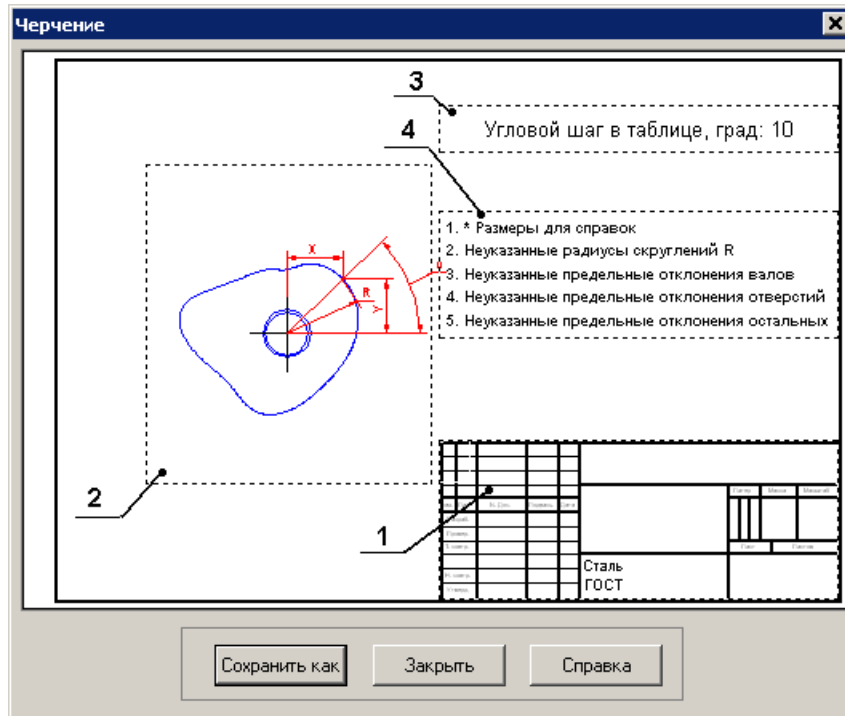

Рис. 3.14 Главное окно подсистемы генерации чертежа.
2. При появлении главного окна подсистемы генерации чертежа (рис. 3.14) необходимо ввести параметры, характеризующие чертёж и конструктивное исполнение кулачка. После этого сохраните чертеж в формате *.agr (система *APM Graph* запустится автоматически) или в формате *.dxf.
В главном окне подсистемы генерации чертежей (рис. 3.14) можно выделить несколько зон, каждая из которых отвечает за свою группу параметров.